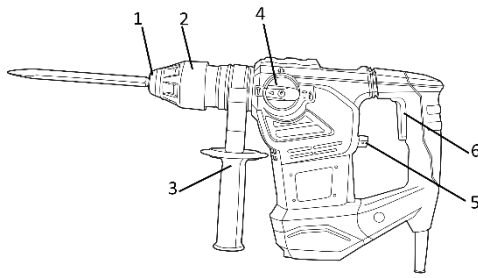

Рисунок 1
4.1 Виберіть необхідний режим роботи виробу за допомогою перемикачів (4) та (5) (див. рисунок 1).
4.2 Для ввімкнення виробу натисніть на курок вимикача (6) (рис.1). Для відключення виробу слід курок відпустити.